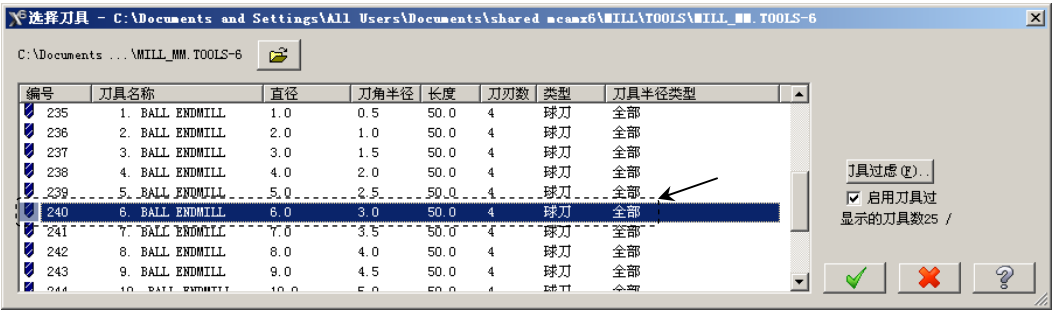

图 15.20 “选择刀具”对话框
Step6. 选择刀具。在“曲面残料粗加工”对话框中，单击  按钮，系统弹出图 15.20 所示的“选择刀具”对话框，在该对话框的列表框中选择图 15.20 所示的刀具。单击  按钮，关闭“选择刀具”对话框，系统返回至“曲面残料粗加工”对话框。
(1) 在“曲面残料粗加工”对话框的 **刀具路径参数** 选项卡的列表框中显示出 Step6 所选择的刀具，双击该刀具，系统弹出“定义刀具—机床群组-1”对话框。
(2) 设置刀具号码。在“定义刀具—机床群组-1”对话框中的 **刀具号码** 文本框中，将原